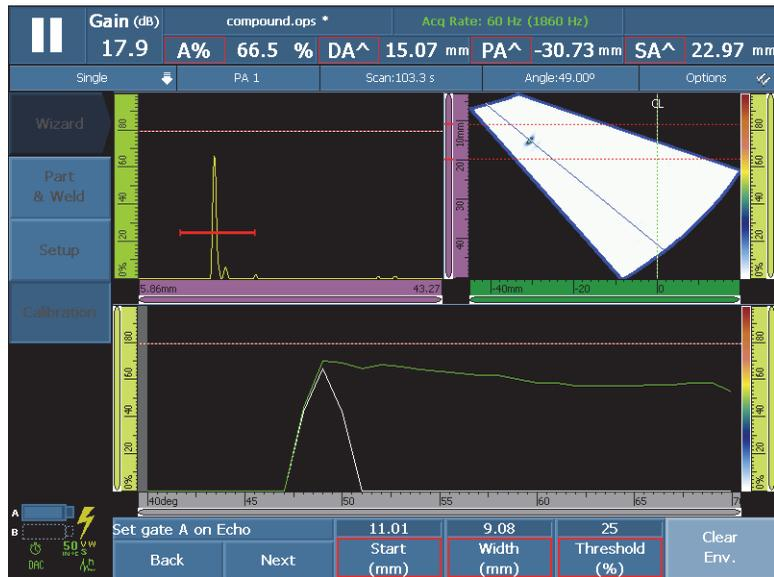

Abbildung 5-19 Einstellen der Blende A auf dem Echo (PA-Gruppe)
- a) Stellen Sie **Start** und **Breite** so ein, dass das Signal Blende A in der Mitte überschreitet und dass die Blende das Signal in seiner ganzen Breite erfasst (siehe das **A-Bild** in Abbildung 5-19 auf Seite 157).
- b) Stellen Sie die **Höhe** so ein, dass das Signal die Blende in allen Aperturen überschreitet, wie im **Fenster der DAC**-Justierung Abbildung 5-19 auf Seite 157 angezeigt.